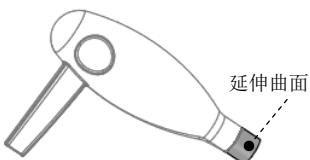

图 8.12 创建延伸曲面 1
Step5. 创建图 8.12 所示的延伸曲面 1。
(1) 遮蔽参考件。在模型树中右击 **BLOWER_MOLD_REF.PRT**，从系统弹出的快捷菜单中选择 **遮蔽** 命令。